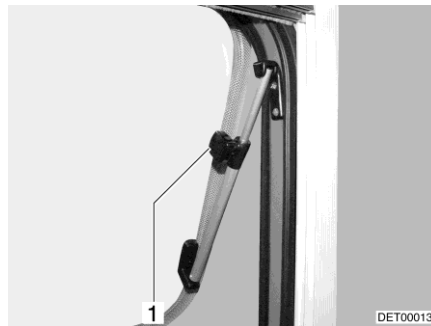

Bild 115 Dachhaube mit Dreh-Ausstellern, geöffnet
- Dachhaube bis zur gewünschten Stellung öffnen und mit Rändelknopf (Bild 115,1) feststellen.
- Rändelknopf (Bild 115,1) drehen, bis Arretierung freigegeben wird.